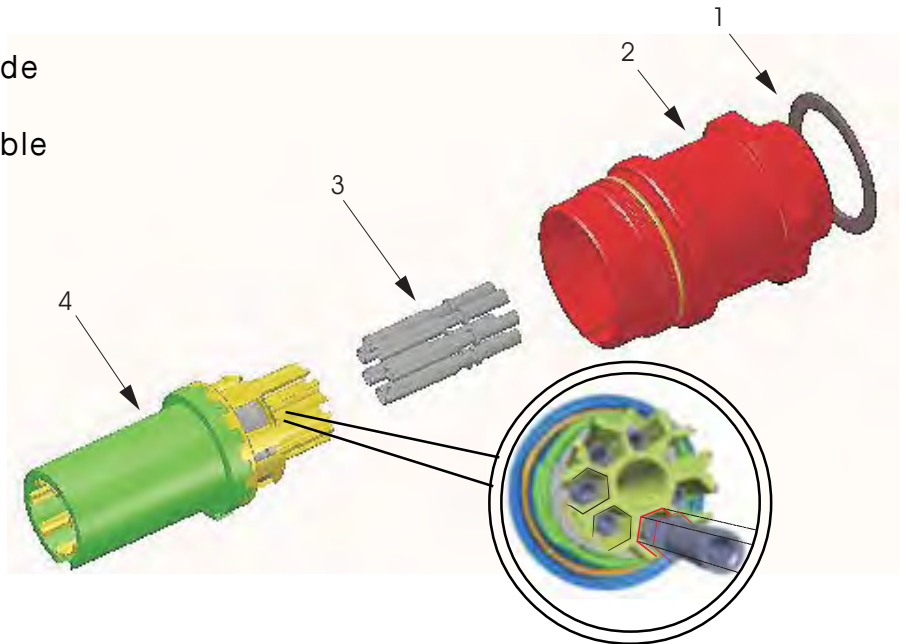

Fig 10.2 Pré-sertissage des conducteurs
2. Enfiler les conducteurs dans l'ouverture des *contacts femelles* (3).
3. Pré-sertir tous les conducteurs avec la pince à sertir (-> accessoire) (Fig. 10.2) ou braser tous les contacts femelles et enfile la gaine thermorétractable sur chaque brasure.